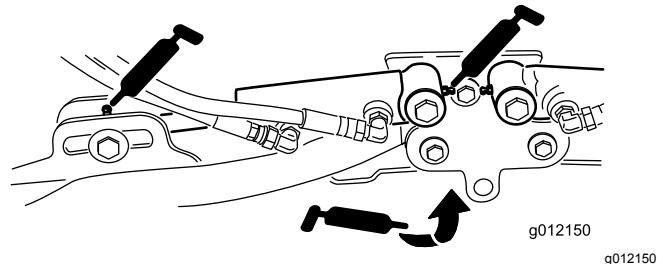

Figure 77
- Pivots des bras de levage (x 1) (Figure 77)
- Vérins des bras de levage des unités de coupe (x 2) (Figure 77)